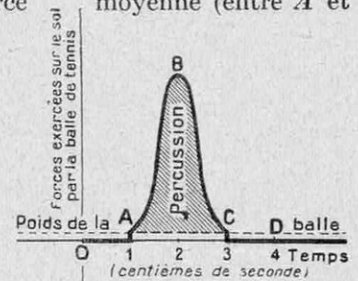

FIG. 2
Ceci posé, nous allons traduire ce qui se passe au moyen d'un graphique (fig. 2) : nous porterons horizontalement les temps (de centièmes de seconde en centièmes de seconde) et, verticalement, les forces exercées par la balle de tennis sur le sol (1). En *O* (et aussi en *D*), cette force est nulle ; en *A* (et aussi en *C*), cette force est uniquement due au poids de la balle ; mais, en *B*, la force est maximum. Nous obtenons ainsi la courbe (en traits gras) *O A B C D*. Remarquons, tout de suite qu'à l'instant précis du rebondissement (en *B*), la force provenant du choc est beaucoup plus grande (soixante fois plus grande environ, avec les données numériques employées) que le poids de la balle ; et cela est si vrai que l'écrasement est considérable par rapport à celui (à peine perceptible) qui se produit lorsqu'on dépose doucement la balle sur le sol. Toutes les phases du
(1) Ce sont aussi, au sens près, les forces exercées sur la balle de tennis par le sol (égalité de la réaction à l'action) ; c'est la réaction qui déforme la balle.
Il nous est maintenant possible de caractériser la « violence » d'un choc par un nombre : ce nombre n'est autre chose que la surface hachurée de la figure 2, et nous l'appellerons la *percussion* (1). Ainsi, quand on représentera divers chocs par divers graphiques (2), le choc sera d'autant plus violent que les forces exercées seront plus grandes (surfaces plus hautes) et que les durées seront plus longues (surfaces plus larges) : nous retrouvons ce que nous avons dit au début.
Dans le cas de la figure 2, le maximum de la force (en *B*) est égal au poids de 6 kilogrammes ; la force moyenne (entre *A* et
(1) On dit quelquefois « impulsion », mais ce mot est défini autrement, comme nous le verrons dans la suite.
(2) Tous tracés à la même échelle.
(3) Les nombres indiqués dans le texte ont principalement une valeur démonstrative. Voici des données plus précises : si deux sphères d'acier (de 7 centimètres de diamètre) se rencontrent avec une vitesse de 80 centimètres par seconde, elles restent en contact pendant 2 dix-millièmes de seconde et le diamètre du cercle de contact est 2 millimètres. La force maximum (point *B* de la fig. 2) atteint le poids d'une tonne.